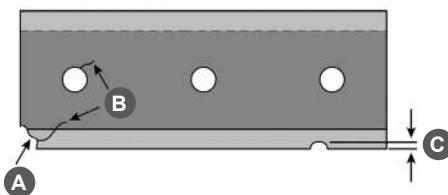

Рис. 30 Проверка состояния ножа
6. Осмотрите ножи. Если у ножа имеются: сколы углов (A), трещины (B) и вмятины (C) глубиной более 1,5 мм – нож необходимо заменить (Рис. 30).